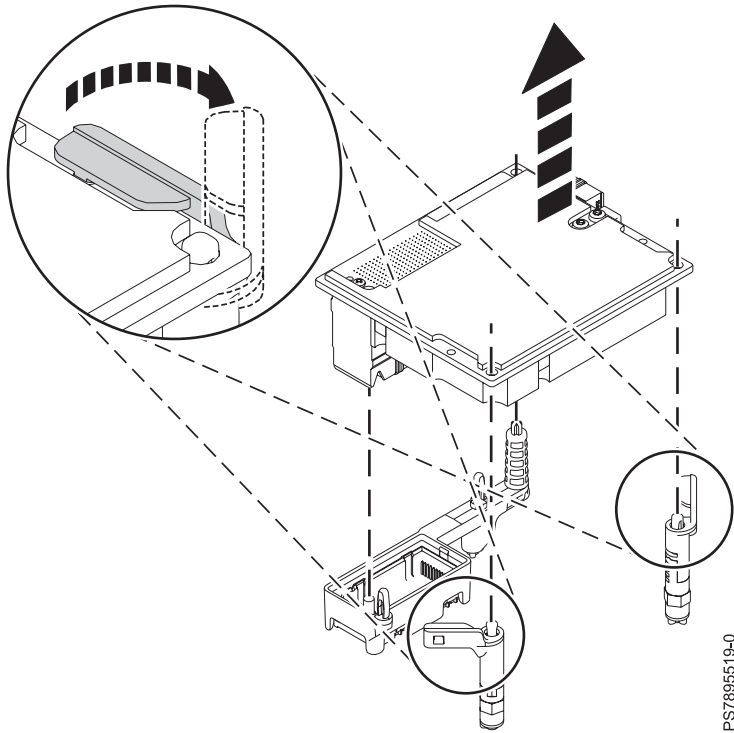

Figure 19. Retrait d'une carte d'extension d'E-S 2 de son connecteur
6. Pour retirer une carte ETE d'extension d'E-S, vous devez d'abord retirer la carte d'extension d'E-S 2 si elle est présente. La carte d'extension d'E-S 2 est à l'emplacement $U_n-P1-C19$ sur un noeud de traitement IBM Flex System p270. Tirez sur les deux pattes de déverrouillage bleues du logement pour les ouvrir (voir figure 19, à la page 54). Soulevez ensuite la carte pour la sortir de son connecteur et la retirer du noeud de traitement.